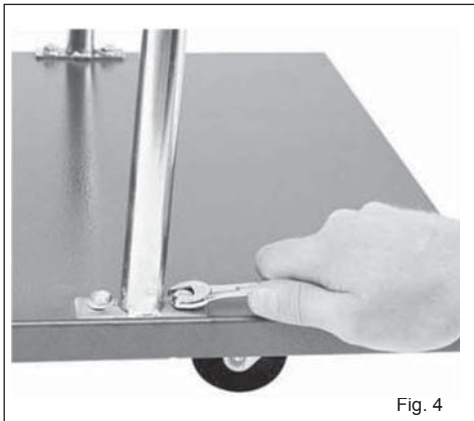

Fig. 2
1. Placer les galets dans les quatre angles au-dessous de l'embase rectangulaire à l'aide des vis et des écrous avec les rondelles correspondantes. Pour chaque angle de support de chaque galet, insérer dessus une vis à travers la rondelle d'abord dans l'embase et ensuite dans le support de chaque galet. Serrer l'écrou à l'aide d'une clé appropriée et d'un tournevis. Exécuter à nouveau l'opération même pour les autres galets (Fig. 2).